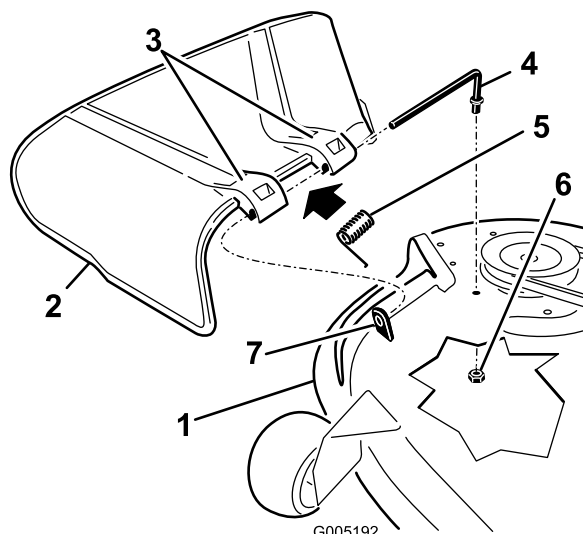

Figure 56
1. Repérez les éléments illustrés (Figure 56).
2. Retirez l'écrou (3/8") de la tige, sous le tablier de coupe (Figure 56).
3. Sortez la tige de la courte cheville de positionnement, du ressort et du déflecteur d'herbe (Figure 56). Enlevez le déflecteur s'il est endommagé ou usé.
4. Remettez en place le déflecteur d'herbe (Figure 56).
6. Placez le ressort sur la tige, les fils d'extrémité dirigés vers le bas, entre les supports du déflecteur d'herbe. Insérez la tige dans le deuxième support du déflecteur d'herbe (Figure 56).
7. Insérez la tige à l'avant du déflecteur dans la courte cheville de positionnement sur le tablier. Fixez l'extrémité arrière de la tige dans le tablier de coupe à l'aide d'un écrou (3/8") (Figure 56).